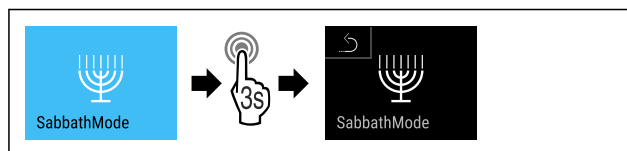

Fig. 13
- ▶ Wykonać czynności (patrz Fig. 13) .